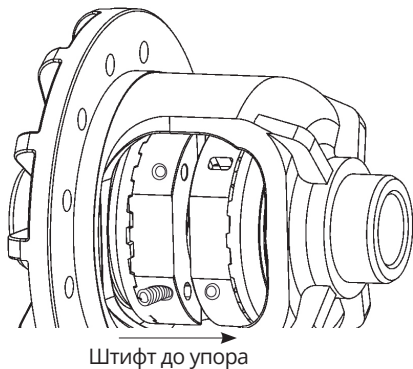

Рис. 2
11. Через окно в распорной муфте протолкните штифты, так чтобы они зашли в круглое отверстие напротив во второй полуосевой муфте **Рис. 2**.